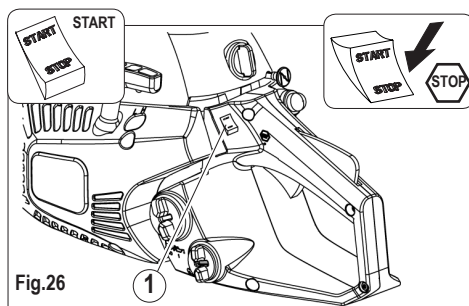

Fig.26
- 2) Mettre l'interrupteur d'arrêt en position "START" (fig. 26 pièce 1).
- 1) Pour arrêter le moteur, mettre l'interrupteur en position "STOP" (fig. 26)
- 1) Soulever le doigt de l'interrupteur (fig.26 pièce 1).